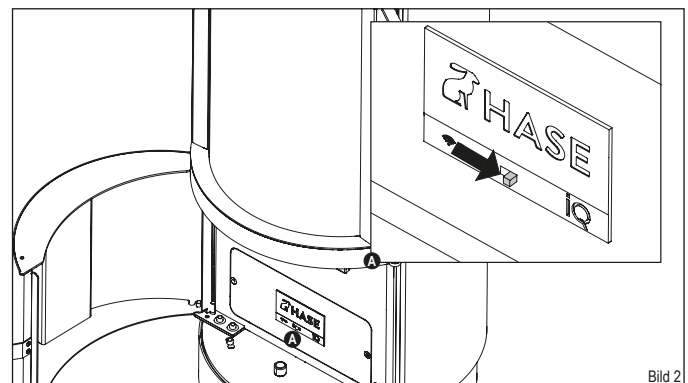

Bild 2
- ▶ Stellen Sie den Schalter des Bedienpanels auf „Ein“ (Bild 2). Wenn die Betriebsleuchte blau leuchtet, ist die Regelung einsatzbereit.